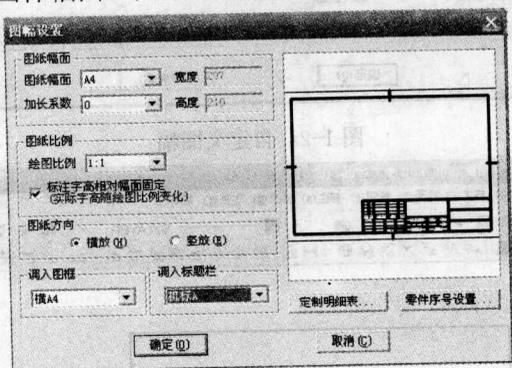

图 1-22 调入图框和标题栏
1) 单击【幅面】→【图幅设置】, 弹出图幅设置对话框, 如图 1-22 所示, 单击【确定】按钮后, 即选出了图样幅面、图形比例及标题栏类型。